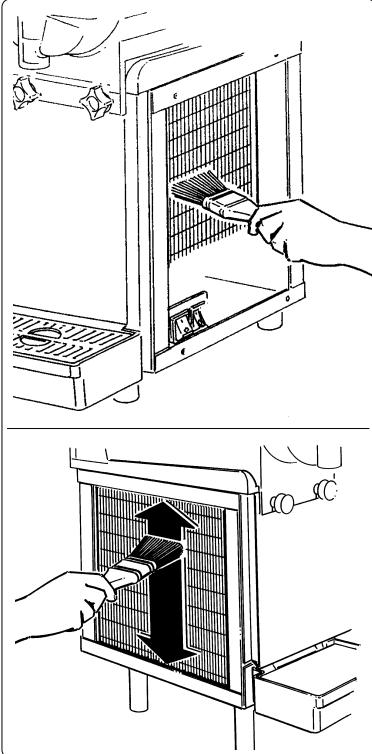

Fig. 20
- con un pennello rimuovere la polvere infiltrata tra le lamelle del condensatore (vedi fig. 20).